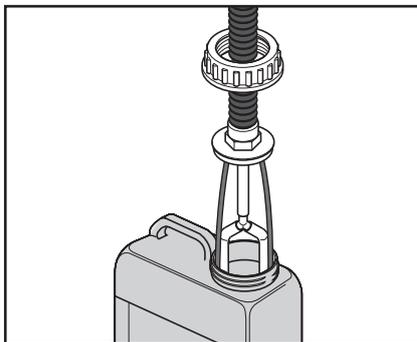

Fig. A2
- Togliere l'unità della pompa (fig. A2).